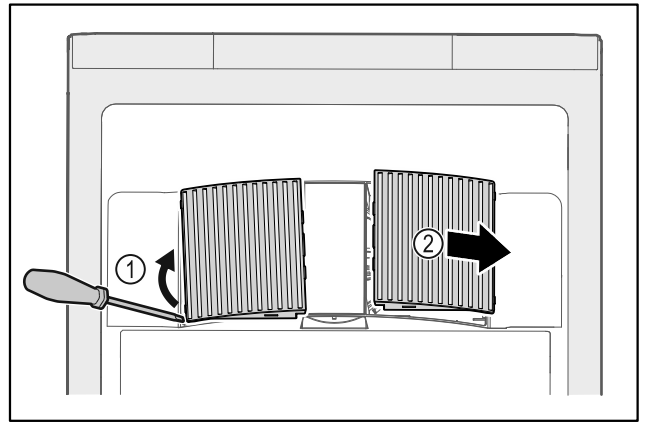

Fig. 137
- ▶ Ventilatorafdekkingen voorzichtig aan de zijkant eruit halen Fig. 137 (1) en naar de voorkant toe verwijderen Fig. 137 (2).